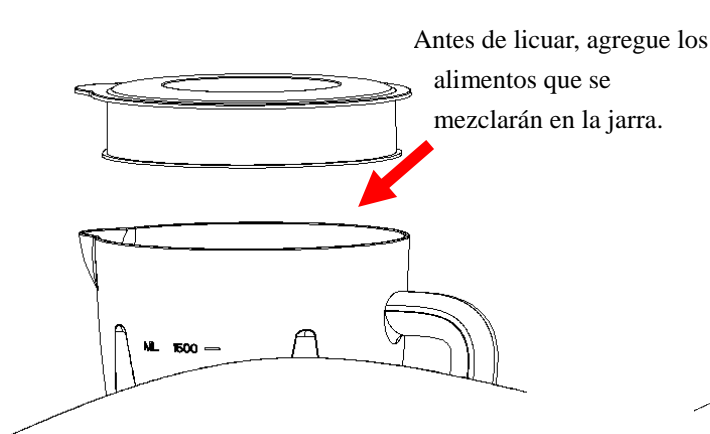

Fig.6
2. Coloque la comida que se va a mezclar en la jarra (vea la Fig. 6). Por lo general, se debe agregar cierta cantidad de agua purificada para facilitar el buen funcionamiento del electrodoméstico. La proporción de comida y agua es de 2: 3. La cantidad de mezcla no debe exceder el nivel máximo como se indica en la jarra.